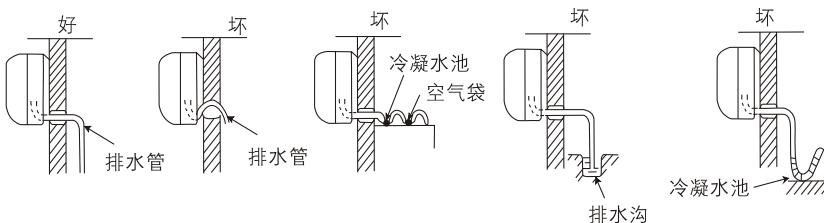

图30
- (1) 用附件⑯排水管与室内机组的出水管连接起来。
(2) 如要使冷凝水流得舒畅,排水管应倾斜少许,如图30所示。